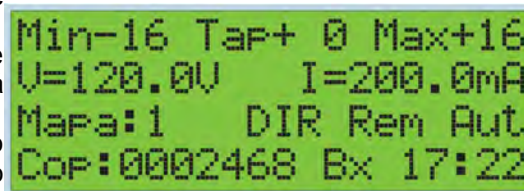

Figura 15: Tela padrão.
O controle apresenta em sua tela padrão, figura 15, de forma continuada, os seguintes valores:
12. As letras “Bx” mostradas na figura 15, antes do relógio, representam uma condição de bloqueio que foi atingida no modo automático. Caso “Bx” seja: